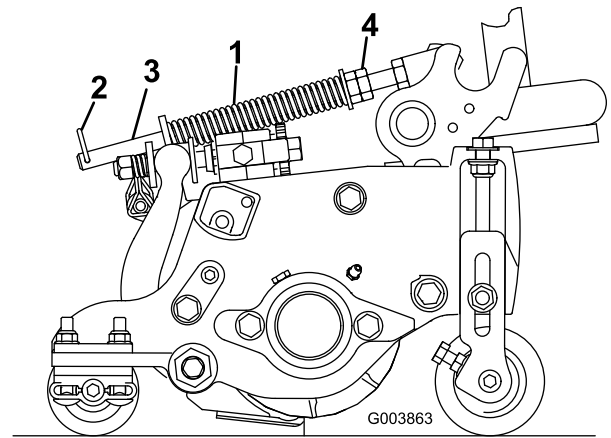

Figura 15
2. Serrate i dadi esagonali sul lato anteriore dell'asta della molla, finché la lunghezza compressa della molla non è di 15,9 cm (Figura 15).
1. Verificate che la coppiglia sia montata nel foro posteriore dell'asta della molla (Figura 15).